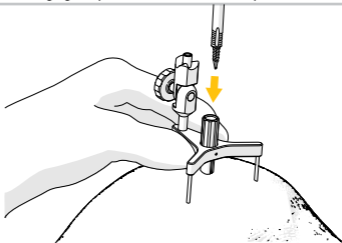

Figure 3
4.1.2. Fixation de la base sur la tête du patient (Figure 3)